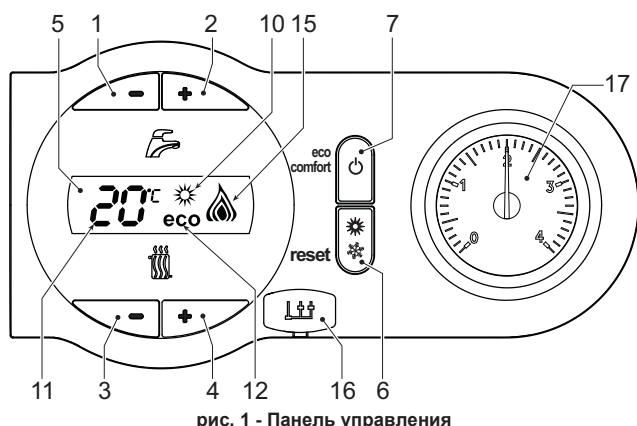
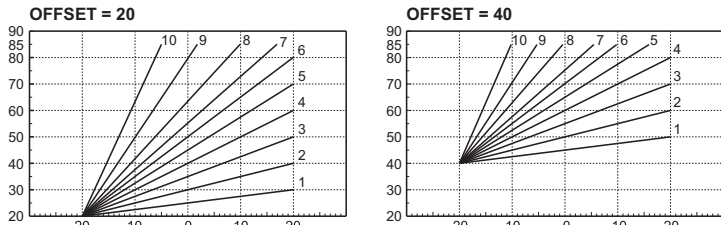

рис. 1 - Панель управления
рис. 6 - Пример параллельного смещения компенсационных характеристик
**Условные обозначения на панели управления рис. 1**
Во время запроса на отопление (направляемого комнатным термостатом или пультом ДУ с таймером)на дисплее отображается фактическая температура в контуре отопления (поз. 11 - рис. 1) и во время ожидания отопления - надпись "d2"
Во время запроса на ГВС (вызываемого потреблением горячей воды ГВС)на дисплее отображается фактическая температура выходящей горячей воды ГВС (поз. 11 - рис. 1) поочередно с надписью "SA" (ГВС) и во время ожидания подачи горячей воды - надпись "d1".
В случае неисправности (см. сар. 4.4) на дисплее отображается код неисправности (поз. 11 - рис. 1) и во время ожидания - надписи "d3" и "d4".
Нажмите кнопку "Вкл/Выкл" (поз. 7 - рис. 1) на 5 секунд.
Когда котел выключен, на электронный блок продолжает подаваться электрическое питание. При этом не происходит нагрева воды для систем отопления и ГВС. Остается активной система защиты от замерзания. Для повторного включения котла снова нажмите кнопку "Вкл/Выкл"(поз. 7 - рис. 1) на 5 секунд.
Нажмите кнопку "Лето"/"Зима" (поз. 6 - рис. 1) на 2 секунды.
На дисплее высветится символ "Лето" (поз. 10 - рис. 1); При этом котел будет вырабатывать только воду для ГВС. Остается активной система антизамерзания.
Для выключения режима "Лето" вновь нажмите кнопку "Лето"/"Зима" (поз. 6 - рис. 1) на 2 секунды
Температура в системе отопления регулируется в пределах от 30°C до 85°C с помощью кнопок (дет. 3 и 4 - рис. 1); однако, не рекомендуется эксплуатировать котел при температуре ниже 45 °C.
Температура в системе ГВС регулируется в пределах от 40°C до 50°C с помощью кнопок (поз. 1 и 2 - рис. 1).
Данное устройство может быть отключено пользователем (режим ECO), нажав клавишу eco/comfort (поз. 7 - рис. 1). При работе в режиме ECO на дисплее высвечивается соответствующий символ (поз. 12 - рис. 1). Для включения режима "КОМФОРТ" снова нажмите кнопку "Экономичный"/"Комфорт" (поз. 7 - рис. 1).
В режиме плавающей температуры величина, заданная с помощью кнопок регулировки температуры в системе отопления (Поз.3 - рис. 1), становится максимальной температурой воды, подаваемой в систему отопления. Рекомендуется устанавливать ее на максимальную величину, чтобы позволить системе выполнять регулировку во всем полезном рабочем диапазоне.
При нажатии на 5 секунд кнопки "СБРОС" (поз. 6 - рис. 1) открывается доступ в меню "Плавающая температура"; при этом на дисплее мигает символ "CU".
Используете кнопки регулировки воды ГВС (поз. 1 - рис. 1) для выбора нужной компенсационной характеристики от 1 до 10. При установке характеристики на 0, режим "плавающей температуры" отключается.
При нажатии кнопок регулировки температуры отопления (поз. 3 - рис. 1) открывается доступ к параллельному смещению характеристик; при этом на дисплее мигает символ "OF". Используйте кнопки регулировки воды ГВС (поз. 1 - рис. 1) для параллельного изменения кривых в соответствии с характеристикой (рис. 6).
При повторном нажатии на 5 секунд кнопки "Сброс" (поз. 6 - рис. 1) осуществляется выход из меню "Плавающая температура".